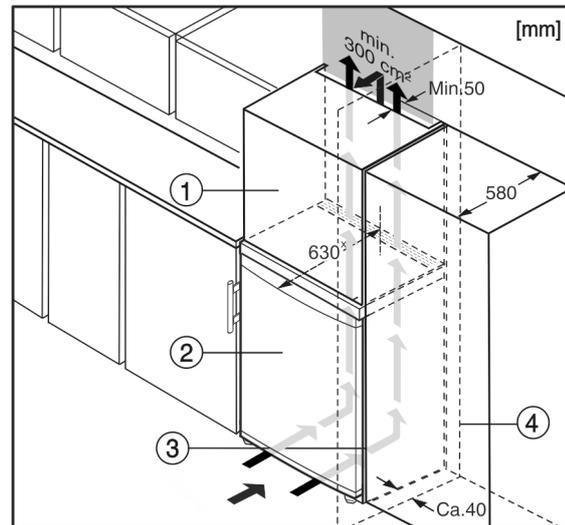

Fig. 10
- (1) Aufsatzschrank*
- (2) Gerät*
- (3) Küchenschrank*
- (4) Wand*
Das Gerät kann mit Küchenschränken umbaut werden. Um das Gerät Fig. 10 (2) der Küchenzeilenhöhe anzugleichen, kann über dem Gerät ein Aufsatzschrank Fig. 10 (1) angebracht werden.
Beim Umbau mit Küchenschränken (Tiefe max. 580 mm) kann das Gerät direkt neben dem Küchenschrank Fig. 10 (3) aufgestellt werden. Das Gerät steht seitlich 34 mm * und in der Gerätemitte 50 mm * gegenüber der Küchenschrankfront vor.*
Wenn das Gerät mit den Scharnieren neben einer Wand *Fig. 10 (4)* aufgestellt wird, muss der Abstand zwischen Gerät und Wand mindestens 40 mm betragen. Dies entspricht dem Griffüberstand bei geöffneter Tür.*